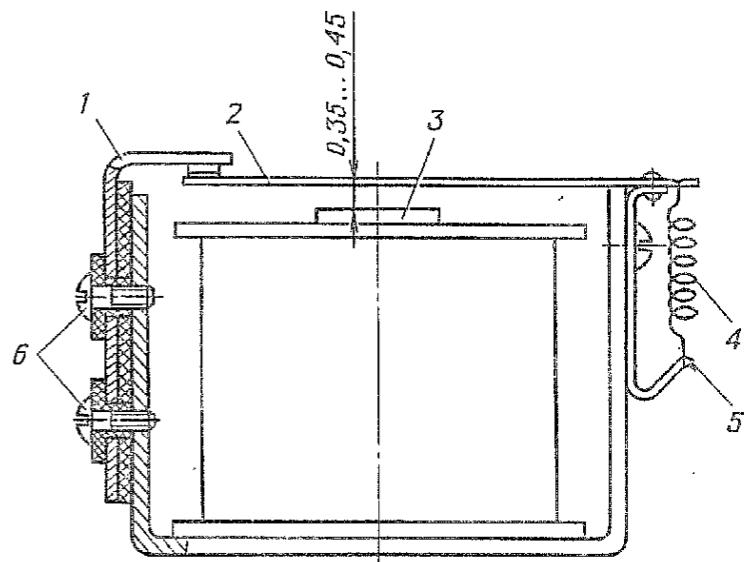

Рис. 90. Реле блокировки:
3.4. Открыть крышку реле блокировки и проверить зазор между якорьком 2 (рис. 90) и сердечником 3.